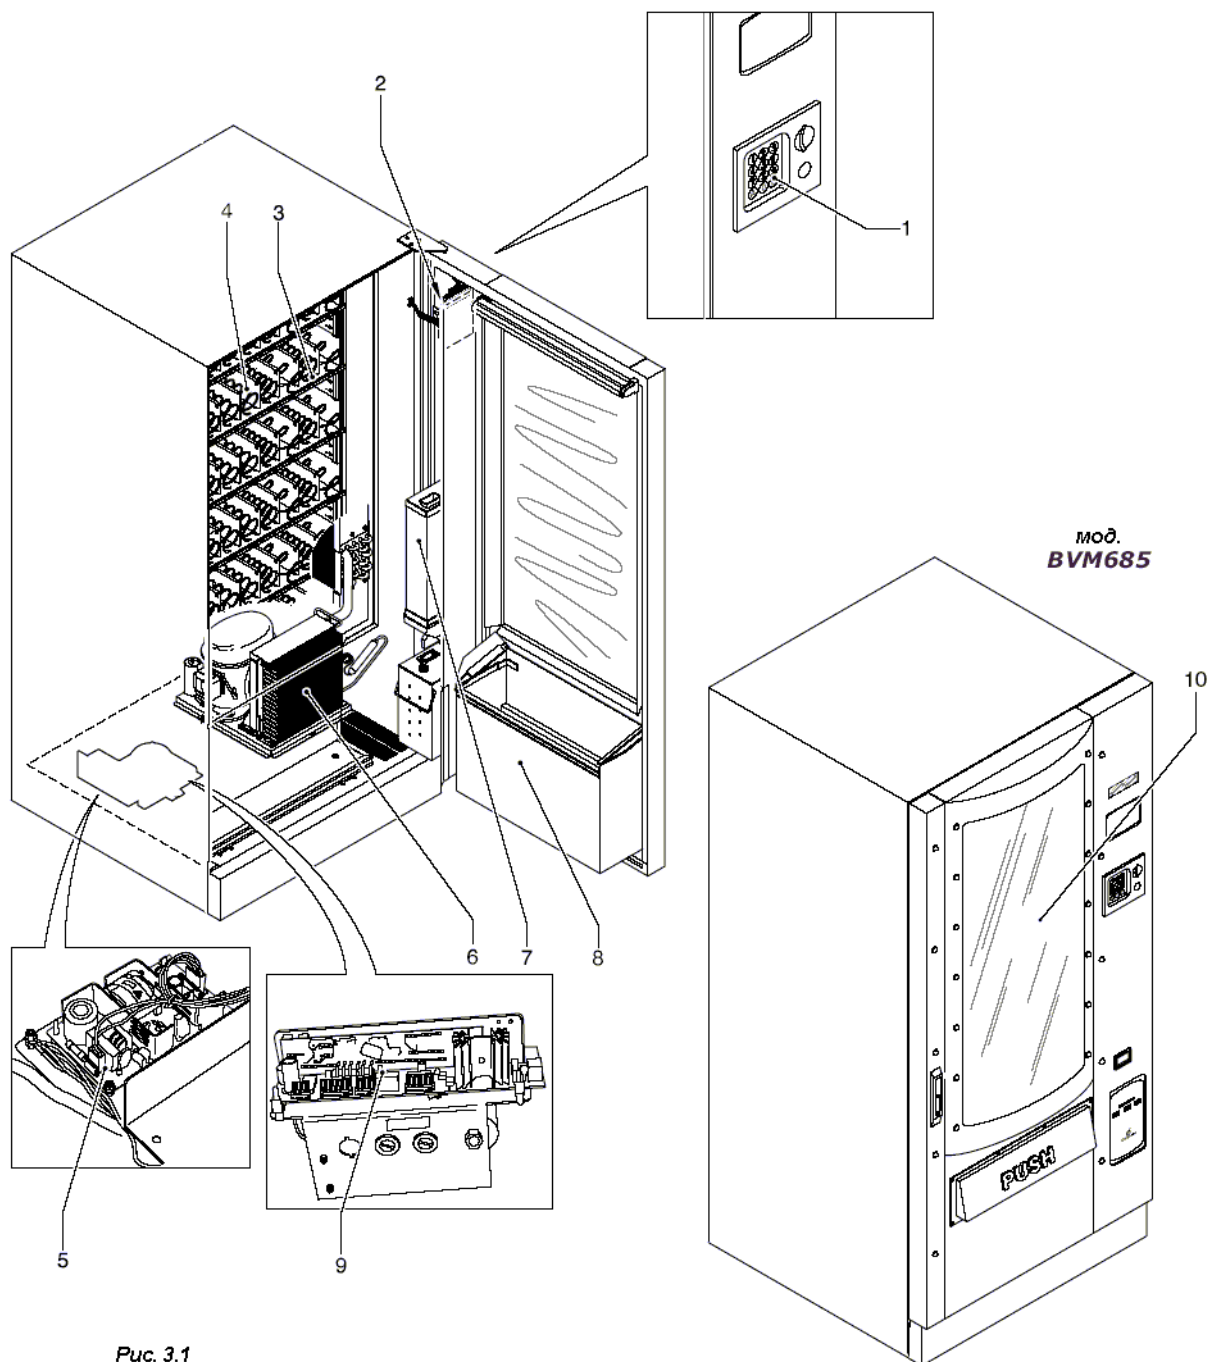

Рис. 3.1
3.1 Описание торгового автомата (рис. 3.1)